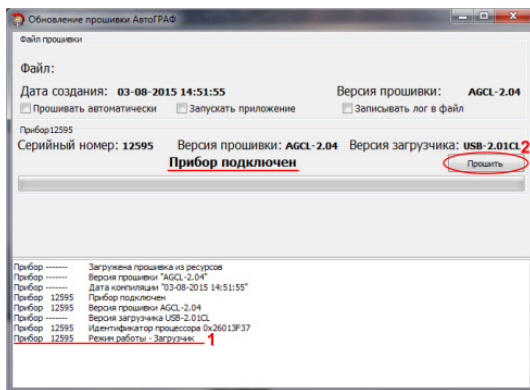

Рис.13. Обновление прошивки устройства TK-CAN-LOG.
Обновление прошивки устройства TK-CAN-LOG осуществляется по интерфейсу USB с помощью программы AG-CL-x.x.exe, где x.x – это версия прошивки (см. Рис.13).
5. Если все сделано верно, то в окне состояния появится сообщение «Прибор... Режим работы – Загрузчик» (Рис.13, п.1), а устройство будет иметь соответствующую индикацию – красный светодиод будет вспыхивать раз в секунду с длительностью 0,5 секунд. Если устройство не перешло в режим загрузчика, то повторите действия, описанные в пунктах 2-4.
6. Если устройство перешло в режим загрузчика, то разомкните контакты BOOT и нажмите кнопку «Прошить» в программе AG-CL-x.x.exe (Рис.13, п.2).